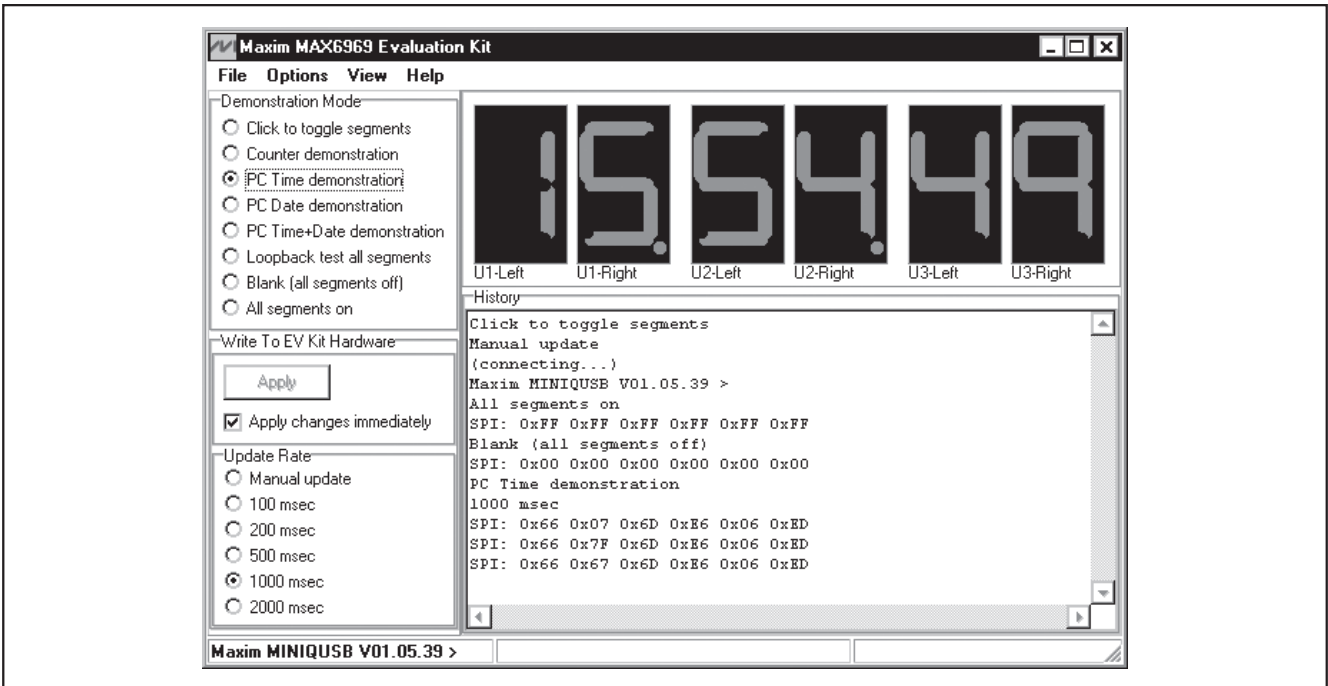

図2. MAX6969のEVキット用ソフトウェアのPC Time Demonstration (7セグメントディスプレイに24時間制の時刻を1秒ごとに表示)
- 10) **Demonstration Mode**グループボックス内にある**PC Time demonstration**ラジオボタンをクリックしてください。図2に示すように、7セグメントLEDが24時間制の時刻を時、分、秒で表示します。